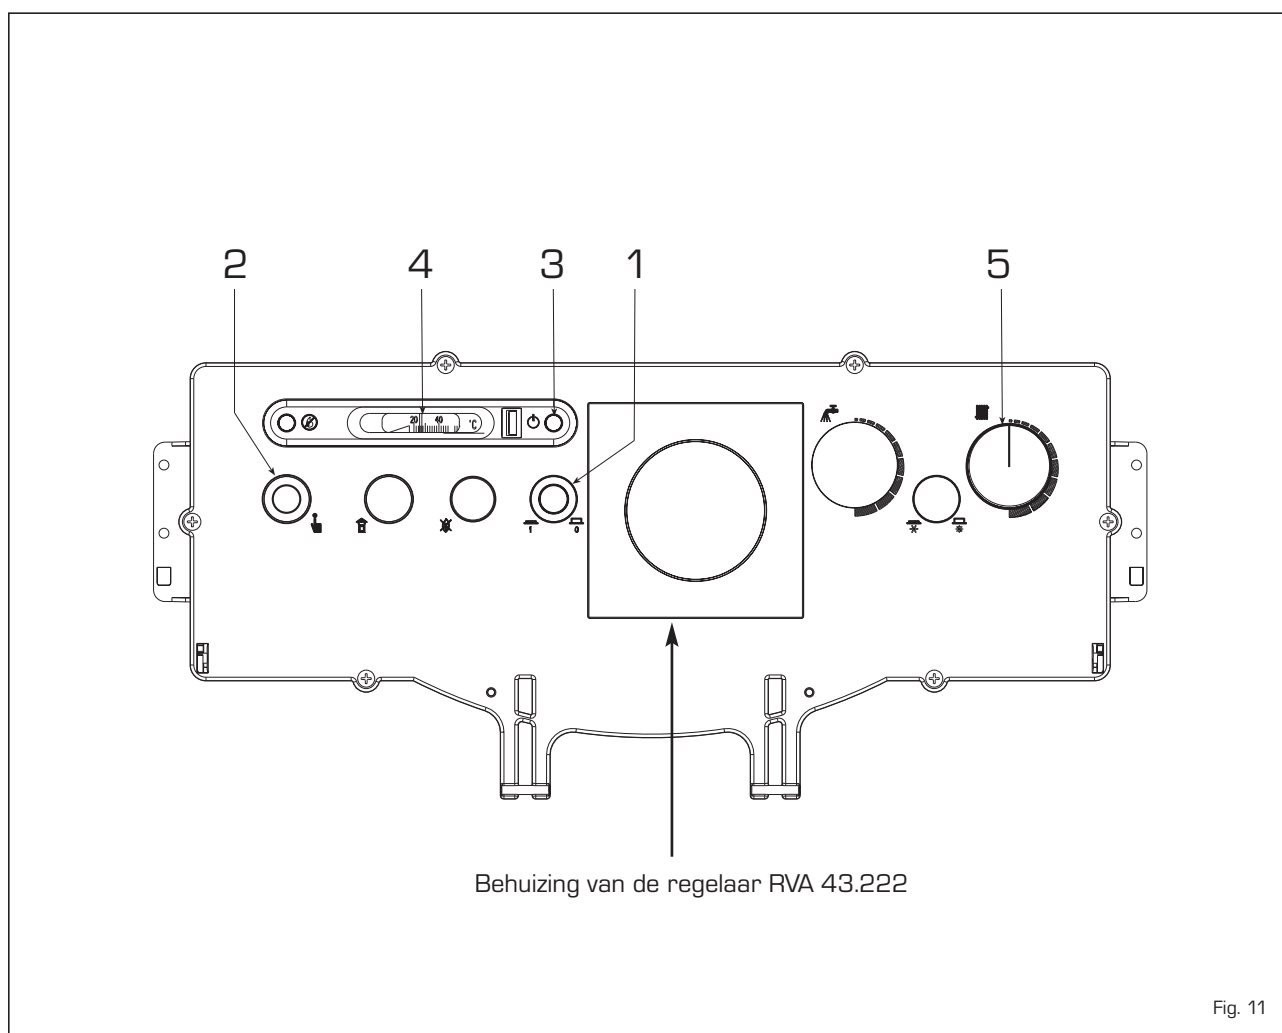

Fig. 11
is van een sonde buitentemperatuur (SE) en een sonde gedompeld in de boiler (SC). De regelaar wordt in plaats van de speciale afdekking in het bedieningspaneel geïnstalleerd (fig. 11).
Ga als volgt te werk om de ketels in werking te stellen [fig. 11]:
Om de ketel tijdelijk uit te schakelen moet u de stroom uitschakelen door op de hoofdschakelaar (1 fig. 11) te drukken. Het lange tijd niet gebruiken van de ketel brengt de noodzaak om enkele handelingen te verrichten met zich mee:
De veiligheidsaquastaat met automatische reset die op 100 °C is ingesteld (2 fig. 11) schakelt in waardoor de brander onmiddellijk dooft, indien de temperatuur in de ketel onverhoeds te hoog oploopt. Om de ketel opnieuw in werking te kunnen stellen moet u wachten totdat de